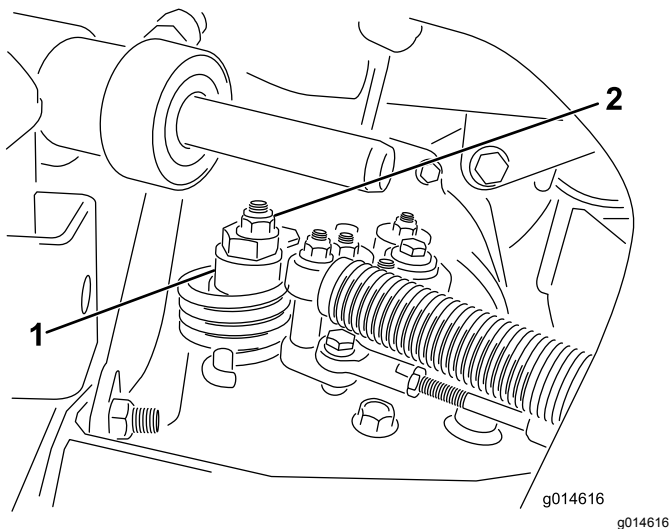

Рисунок 34
- A. Ослабьте контргайку крепления эксцентрика к верхней части гидростата (Рисунок 34).
- C. Поворачивайте эксцентрик до тех пор, пока не прекратится медленное вращение колеса в любом направлении. Когда колесо перестанет вращаться, затяните гайку, которая фиксирует эксцентрик и регулировку (Рисунок 34). Проверьте регулировку при положениях дроссельной заслонки МЕДЛЕННО и БЫСТРО.